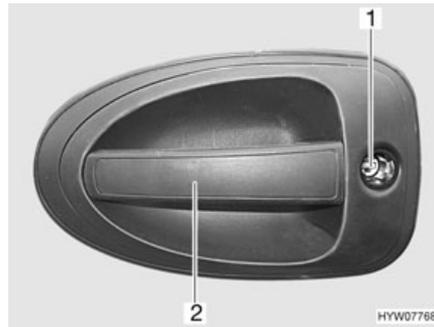

Fig. 40 Cerradura de la puerta del conductor, en el exterior
- Introducir la llave en el cilindro de cierre (Fig. 40,1) y girarla hasta que esté desbloqueada la cerradura de la puerta.
- Tirar del tirador de la puerta (Fig. 40,2). La puerta está abierta.
- Introducir la llave en el cilindro de cierre (Fig. 40,1) y girarla hasta que esté bloqueada la cerradura de la puerta.